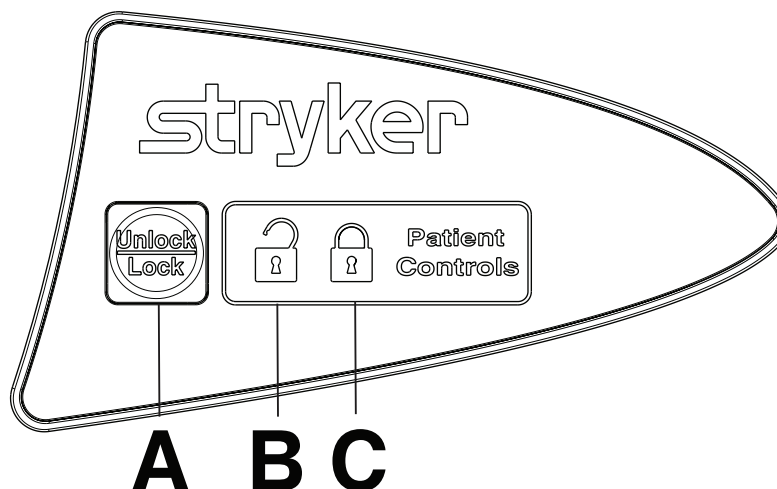

Figura 15 – Bloqueio do painel de controlo do doente
Para bloquear o painel de controlo do doente na grade lateral, prima uma vez **Unlock/Lock** (Desbloquear/Bloquear) (A) uma vez (Figura 15).